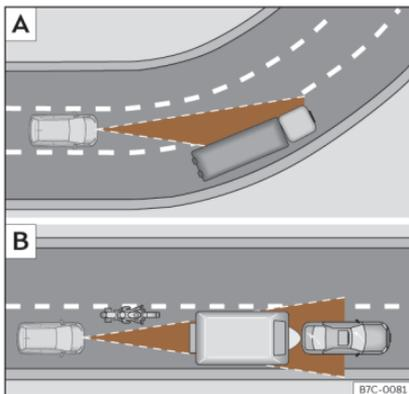

Fig. 157 **A** Veicolo in curva. **B** Motociclista che circola anteriormente fuori dal raggio d'azione del sensore radar.
L'ACC potrebbe non rilevare il veicolo che precede in una curva o potrebbe regolare la distanza con veicoli che si trovano su altre corsie >>> **fig. 157** **A**.
- Veicoli che circolano disallineati o al di fuori del raggio di rilevamento del sensore, ad esempio motocicli. >>> **fig. 157** **B**